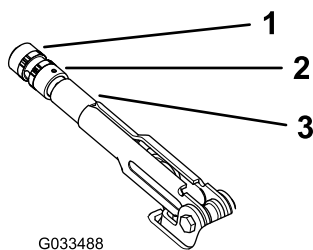

Figura 57
2. Desaperte o parafuso de afinação que fixa o manípulo à alavanca do travão de estacionamento (Figura 57).
3. Rode o manípulo (Figura 57) até ser necessária uma força de 20 a 22 kg para ativar a alavanca.
4. Aperte o parafuso de afinação quando concluir (Figura 57).